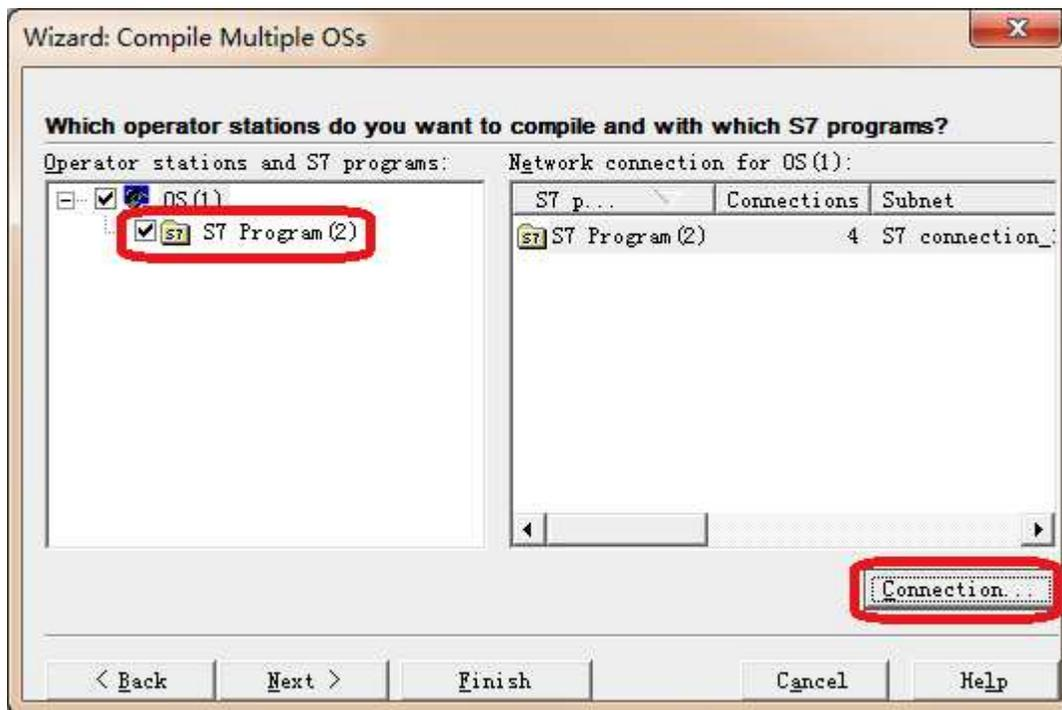

图12
(D) 在向导中选择相应的S7 Program，选择Connection，如图12所示。